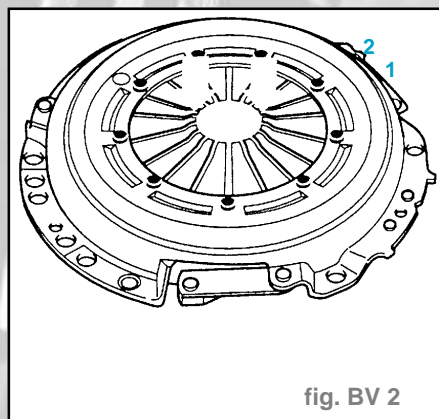

fig. BV 2
- Déposer les tôles de protection au-dessus de l'arbre de pont droit (flèches 1 et 2) (fig. BV 2).
- Reposer ensuite les tôles de protection au-dessus de l'arbre de pont droit (flèche **1** et **2**) (fig. BV 2).